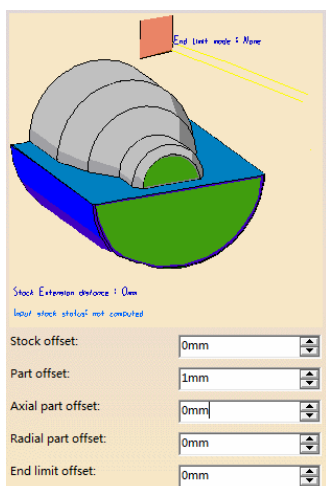

图 6-111 定义零件余量（5）
- 定义零件余量（5）。在“Part Offset”文本框中输入“1mm”，如图 6-111 所示。